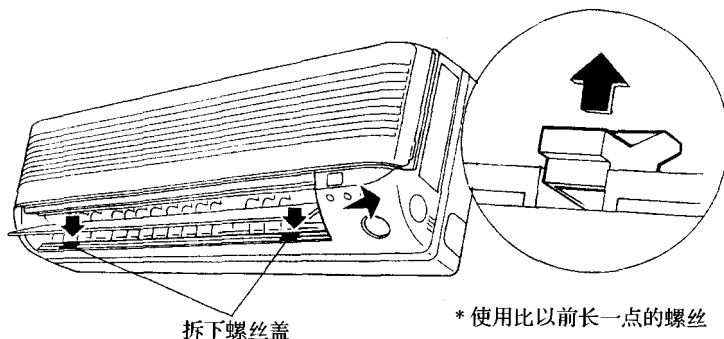

图 1-3 卸螺钉盖方法
(2) 然后, 用一字改锥轻撬螺钉盖, 如图 1-3 所示;